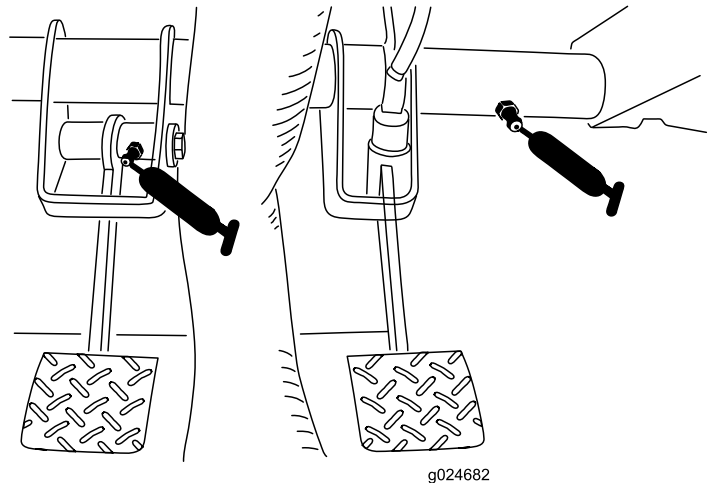

Bild 41
- Kupplung (1) und Bremse (1) (Bild 41)